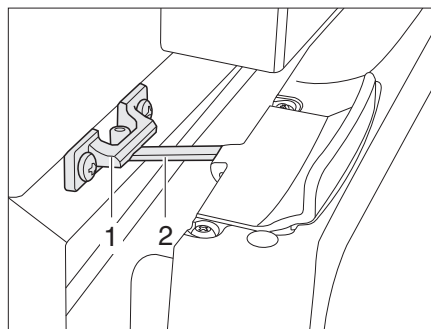

Fig. 223 Puerta del frigorífico en posición de ventilación (Thetford)
- Abrir el bloqueo (Fig. 223,2) y engatillarlo en el alojamiento del bloqueo (Fig. 223,1). De este modo, la puerta del frigorífico quedará ligeramente abierta.